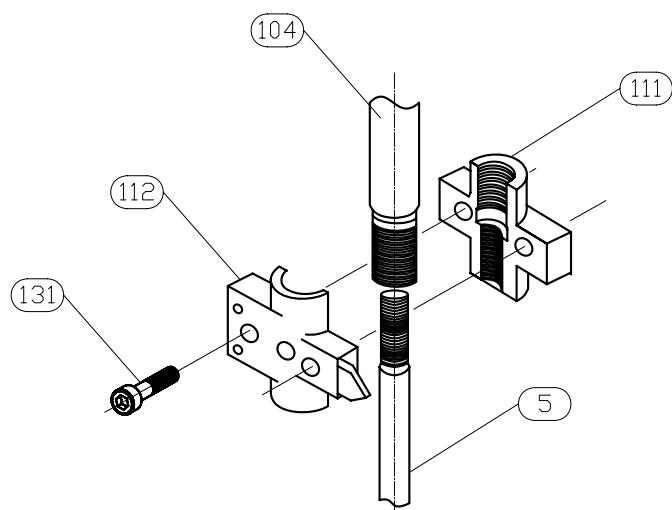
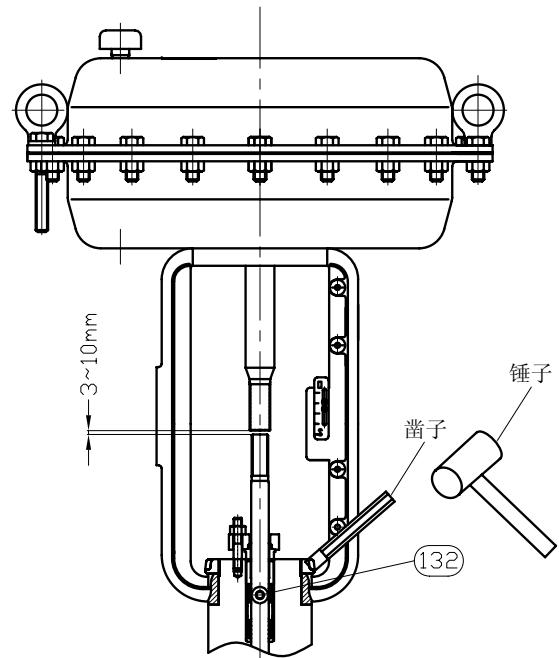

图 10-1
图 10-3
- 如图 10-1, 10-2 所示，紧固连接件⑪⑫的内六角螺钉⑬松开后拆下连接件，如图 10-3 所示状态。
- 按照图 10-3，用长方头凿子对准支架螺母凹槽，用榔头敲击。注意，图 10-3 是将支架螺母紧固时凿子的方向。支架螺母的螺纹是右螺纹，所以从驱动部上方看逆时针方向是松开。
- 如图 10-3 所示将内六角定位螺钉⑭松开后，将执行机构从本体部分离。
- 支架按拆卸前的位置安装后，用内六角定位螺钉固定。将支架螺母按图 10-3 的要领紧固，对紧固工具的注意要点与拆卸时相同。
- 请按 4-1(2)项进行执行机构不平衡力调整，然后紧固连接件 ⑪ 。